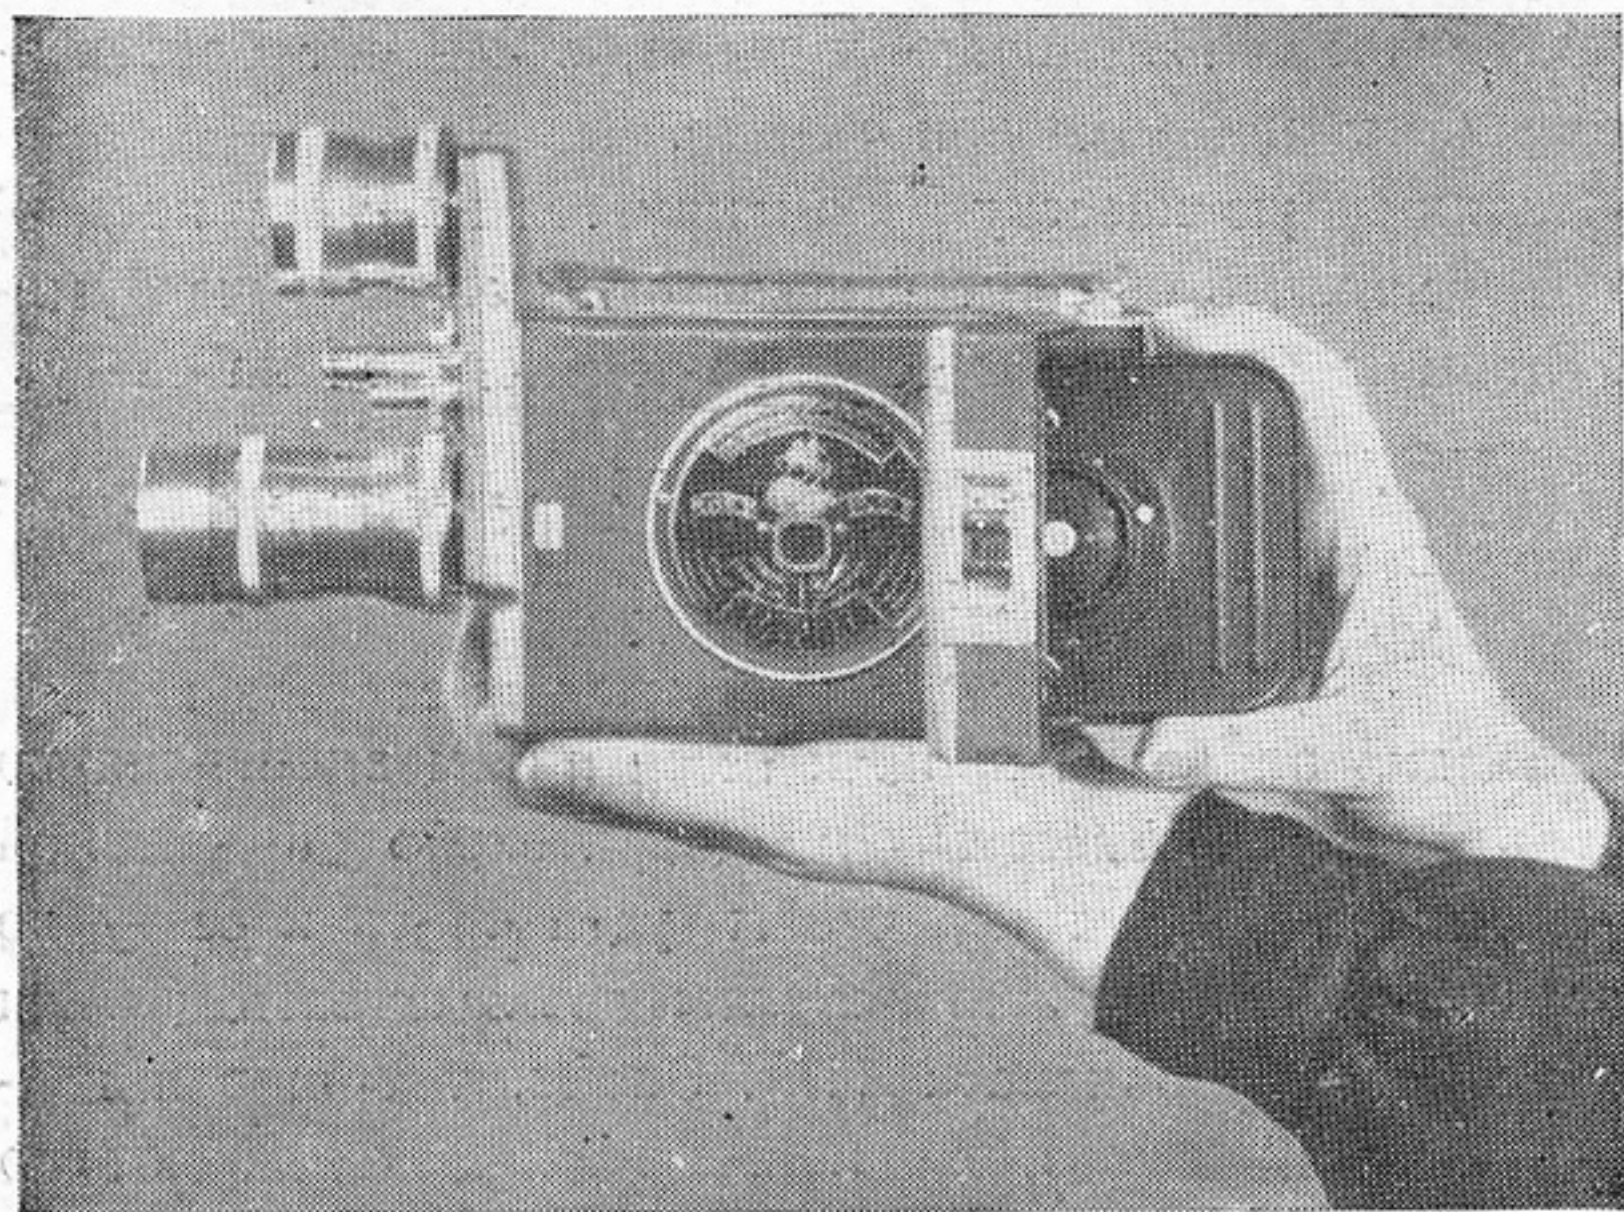

Рис. 5.
Зарядка аппарата производится путем вдвигания во внутрь корпуса кассеты, предварительно заряженной киноплёнкой. Для того, чтобы установить кассету во внутрь аппарата, нужно захваты замка сжать (16) и открыть дверцу аппарата (17). Затем, удерживая кассету крышкой влево, правой рукой ее вдвигают во внутрь аппарата (рис. 5). При вдвигании кассеты поводок, расположенный на верху кассеты, автоматически открывает экспозиционное окно и, наоборот, когда кассету вынимают из аппарата, окно вновь закрывается.